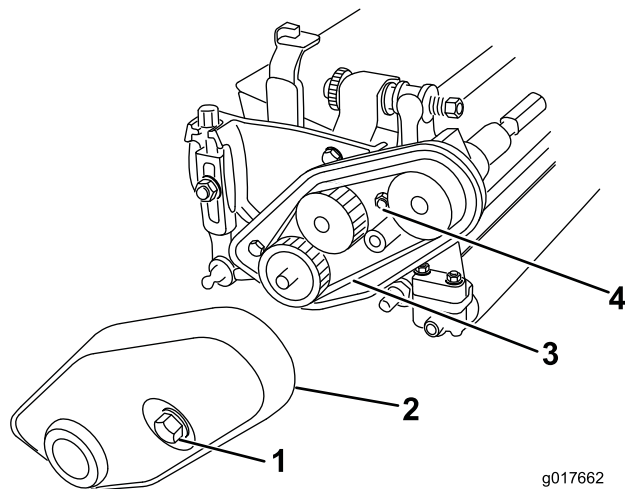

Figura 3
7. Allentate i bulloni prigionieri che fissano il paracinghia all'estremità sinistra dell'apparato di taglio prima di rimuovere il coperchio (Figura 3).
8. Allentate il dado di tensionamento cinghia e rimuovete la cinghia stessa (Figura 3).